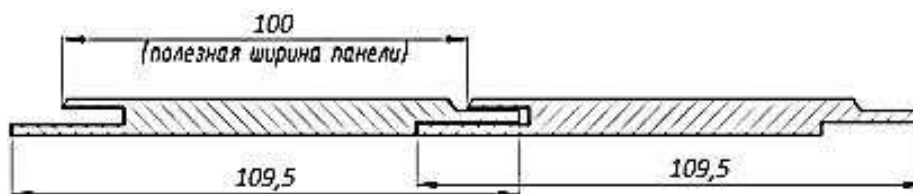

Рис.2
- При установке наборных панелей, монтаж осуществляется в «паз – гребень», при этом её полезная ширина составит 100 мм при габаритной ширине – 109,5 мм. (рис.2)